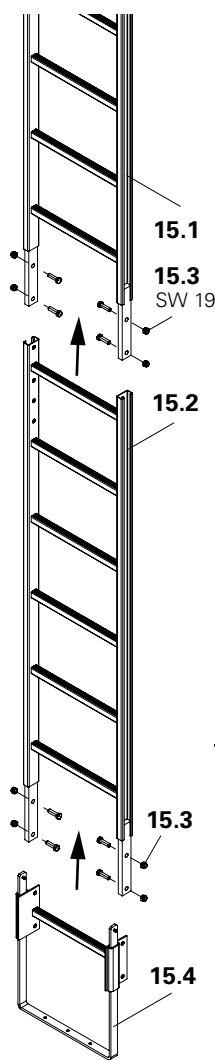

Fig. B.1.48
2. Collegare le scale con viti M12 x 40, Ch 19 (15.3). (Fig. B.1.48)
3. Fissare la base scala 30 (15.4) con viti M12 x 40 (15.3). (Fig. B.1.48)